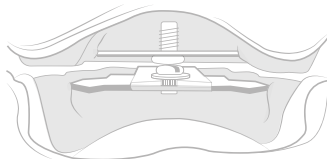

Fig. 4
**14.** Per controllare l'arco gotico si colora nuovamente tutta la piastra ad eccezione della croce e si ripete l'intera procedura di registrazione. Se anche il secondo arco gotico tracciato corrisponde esattamente alla posizione della croce di riferimento, allora si può montare la placchetta in plexiglas con il foro sul vertice dell'arco, fissandola con la vite e la rondella in dotazione (Fig. 4).